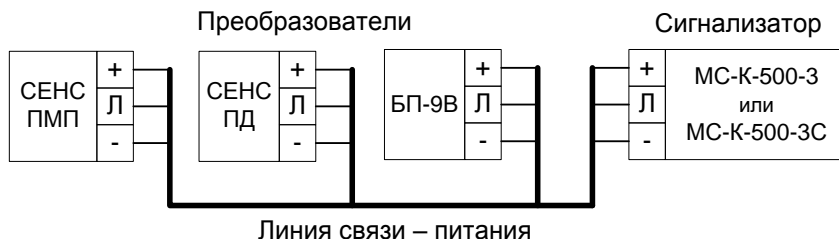

Рисунок 3
3.5.4 Для соединения сигнализатора предназначены винтовые клеммные зажимы, маркированные «+» – плюс питания, «Л» – линия, «-» – минус/общий провод питания (рисунок 3).